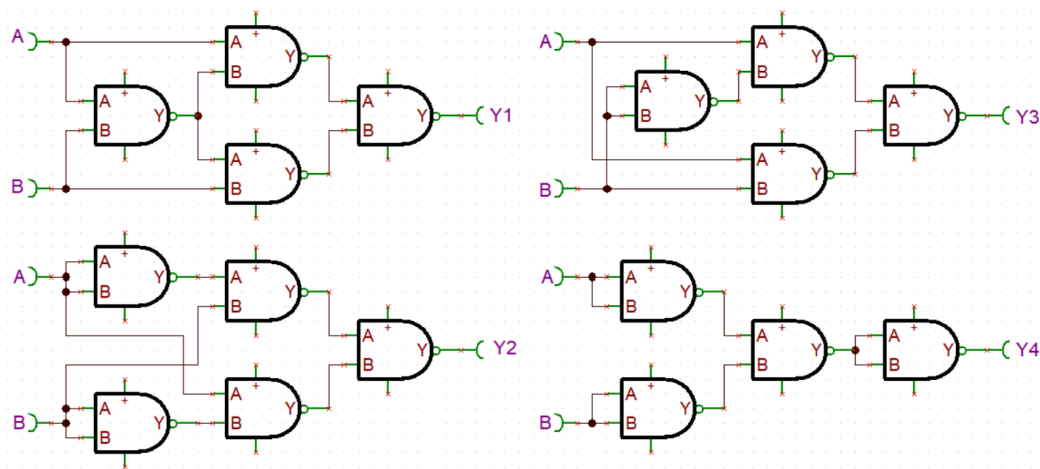

Figura 2.4: Esempi di reti logiche combinatorie costruite con porte NAND.
**Task 6** Considerare le reti logiche riportate in figura 2.4. Costruire una tabella di verità contenente  $A$ ,  $B$ ,  $Y1$ ,  $Y2$ ,  $Y3$  e  $Y4$  e verificare se qualcuno dei circuiti riproduce la funzione XOR, ossia  $A \oplus B$ . Scrivete una formula booleana  $Y = \dots$  anche per le eventuali reti che non svolgono la funzione XOR. Verificare sperimentalmente se la rete da voi scelta funziona effettivamente come uno XOR, generando con W1 e W2 due ingressi logici dipendenti dal tempo, e verificando che l'uscita riproduce effettivamente la funzione booleana XOR. Salvare il risultato in un grafico CircuitoXOR.pdf. Organizzatevi per tenere il circuito montato per il futuro, dato che sarà utile nell'esperienza successiva.